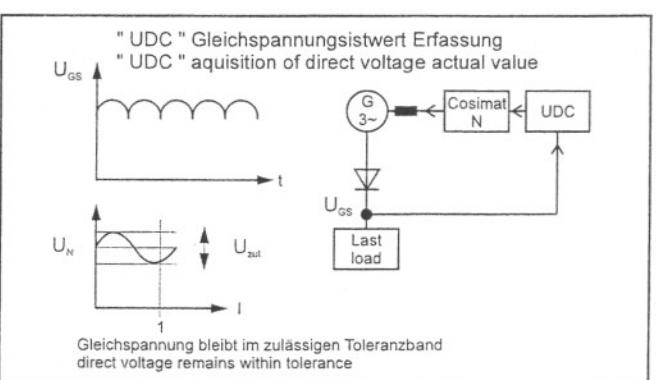

Рис.22 – Дополнительный блок UDC2
**(Рис.22 Дополнительный блок UDC2)**